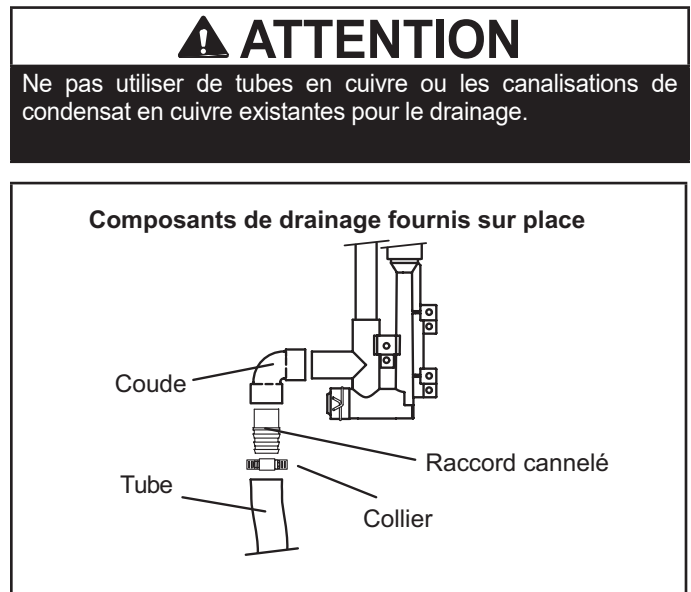

Figure 47
**REMARQUE** - Des tuyaux et des raccords cannelés de taille appropriée peuvent être utilisés pour la purge du condensat. Fixer le drain au purgeur avec un collier. Voir la Figure 47.